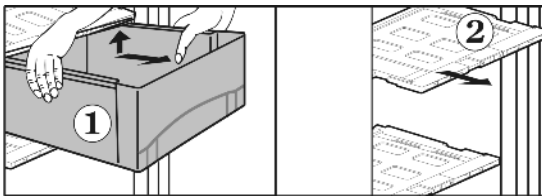

Fig. 5
- Sortir les tiroirs Fig. 5 (1) jusqu'à la butée.
- Une fois les tiroirs sortis, faire cliqueter le couvercle de tiroir Fig. 5 (2) avec régulateur d'humidité vers le haut et les enlever par devant.